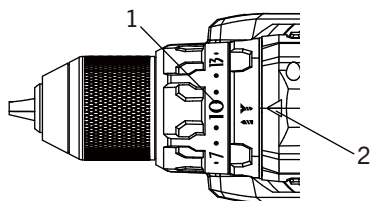
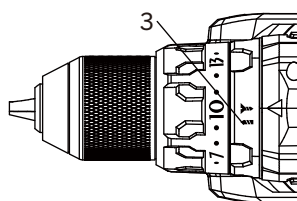

Fig. 4
Fig. 5
1. Repérez les réglages situés sur la bague de réglage du couple (1) (Fig. 4).
2. Faites tourner la bague de réglage jusqu'à ce que le chiffre correspondant au couple voulu soit aligné avec la flèche indicatrice (2). Consultez le tableau ci-dessous pour connaître les réglages de couple appropriés :
-  Pour le perçage. Cette position est marquée d'un symbole de foret (3) sur la bague de réglage du couple (Fig. 5).